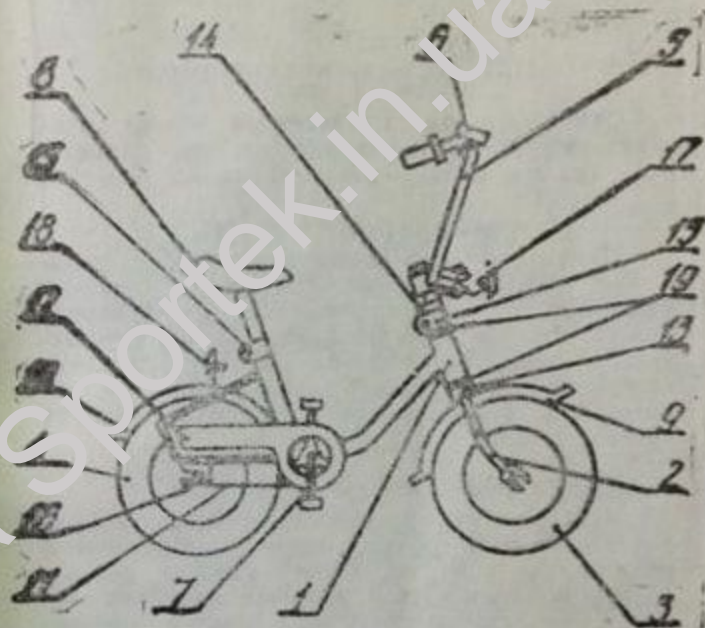

Рис. 1
Велосипед (рис. 1) состоит из сварной трубчатой рамы (1), вилки (2), переднего колеса (3), заднего колеса (4) с тормозной втулкой, руля (5) в сборе с звуковым сигналом (6) и передним световозвращателем (7), кривошипа (8) с педалями, седла в сборе (9), шитков колес: переднего (10) и заднего (11), цепи (12), шитка цепи (13).
5.3. Регулировка седла (рис. 1)
Для установки поддерживающих роликов необходимо предварительно ослабить крепление накладки (2) к наконечнику рамы (1) (рис. 16 рис. 1) за счет винта М8 (4) и гайки М8 (6), затем в гнездо накладки вставить снизу кронштейн поддерживающего ролика (3) и закрепить накладку с кронштейном на наконечнике рамы с помощью винта М8 (4), вставленного в отверстие накладки и наконечника шайбы диам. 8 (5) и гайки М8 (6). В таком же порядке установить кронштейн с другой стороны.